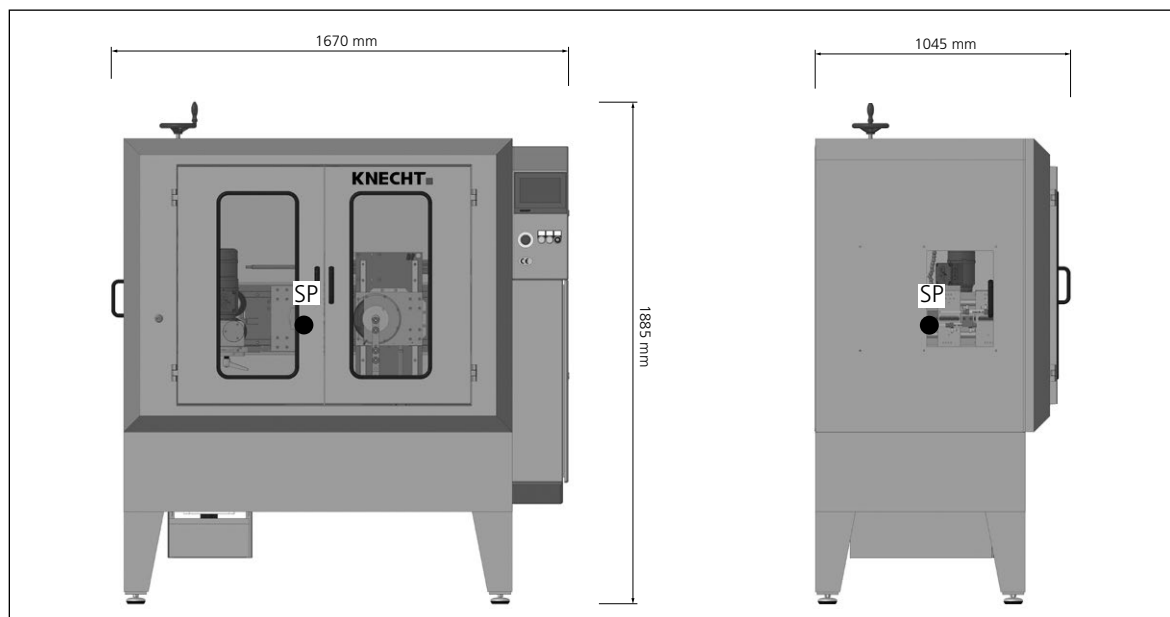

Fig. 3-1 Dimensiuni în mm și centrul de greutate (SP) al mașinii
Fiți atenți la centrul de greutate al mașinii în timpul transportului. Fig. 3-1 prezintă centrul de greutate (SP).